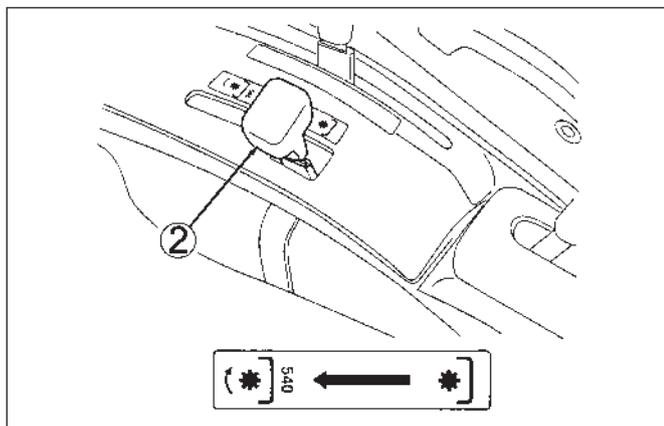

FIG. 5-22
**FIG. 5-22:** Ces tracteurs ont un double embrayage. Pour sélectionner la prise de force arrière, enfoncez complètement la pédale d'embrayage pour débrayer l'entraînement de prise de force et de transmission. Attendez l'arrêt de l'arbre d'entraînement et puis déplacez le levier (2) à gauche du siège à la position 540 t/min.